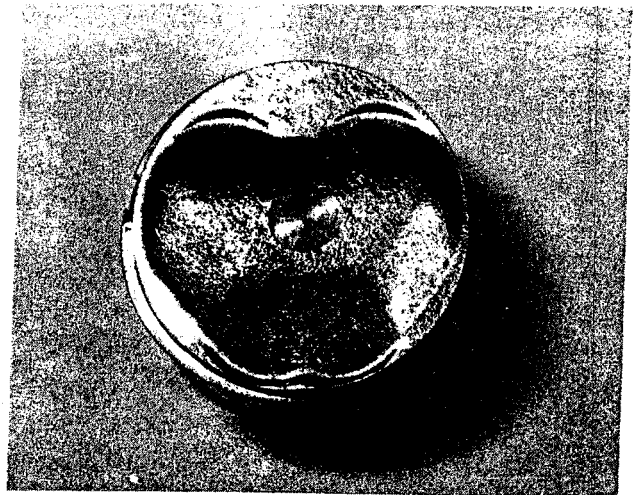

Bild 78
- Alle Ablagerungen mit einem stumpfen Schaber vom Kolbenboden entfernen, der dabei nicht zerkratzt werden darf. Ebenso die Ventilausschnitte im Kolben reinigen. Zuletzt kann man den Kolbenboden mit Metallpolitur behandeln, damit die Ablagerungen nicht mehr so leicht haften (Bild 78).